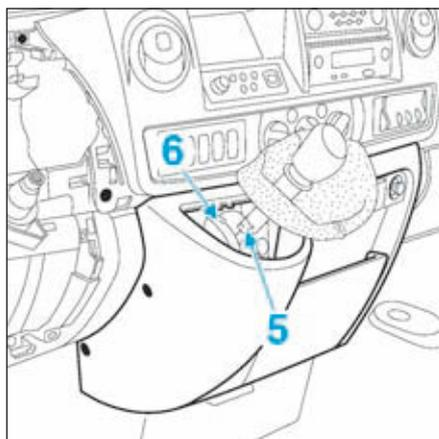

FIG.51
A la reposer vérifier que le jeu entre la gâchette (5) et la butée (6) soit compris entre 9,1 et 10,7 mm (Fig.51). Dans le cas contraire, procéder au réglage du boîtier de commande des vitesses.